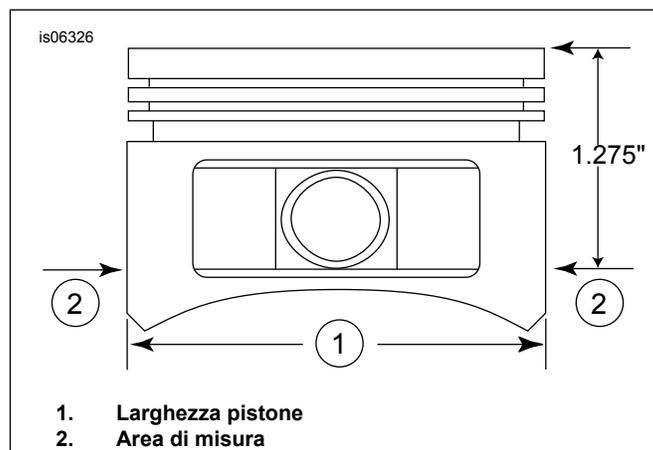

Figura 2. Misure pistone
5. Vedere Figura 2 Misurare la larghezza del pistone (1), 90 gradi orizzontalmente da entrambi i lati dei fori per lo spinotto e a una profondità di 32.38 mm dal cielo (2). Per l'accoppiamento cilindro-pistone in questo punto, vedere Tabella 11.